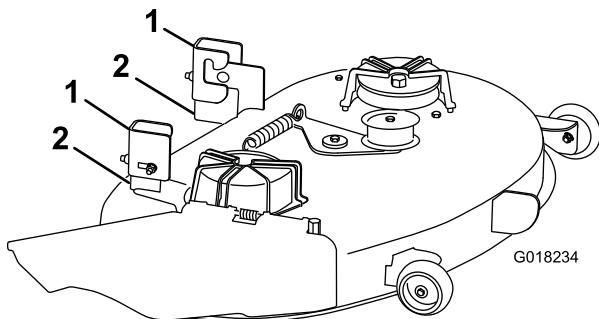

Figura 1
3. Retire las pletinas de suspensión existentes de los soportes de la carcasa (Figura 1).